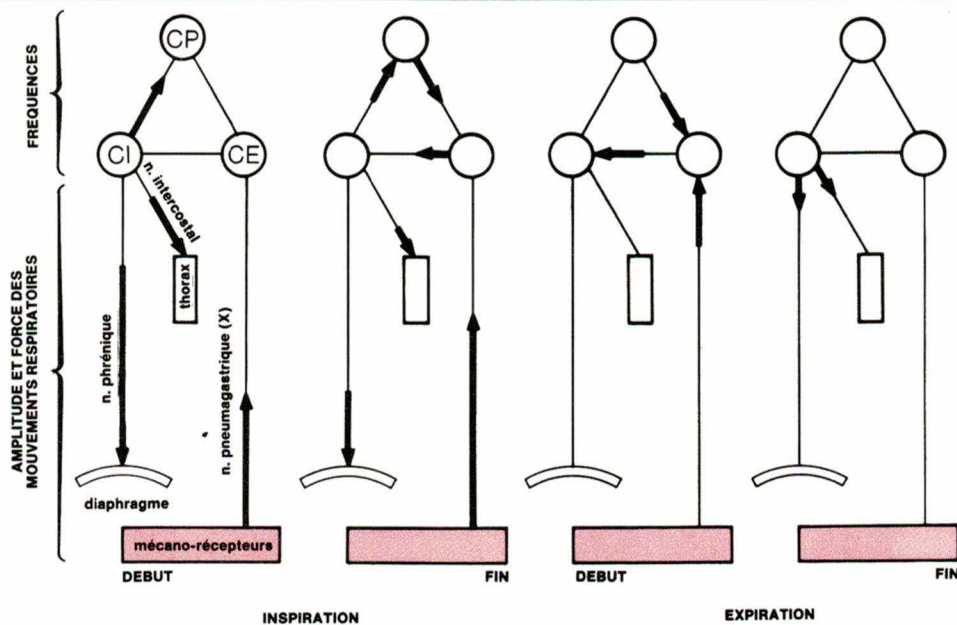

Fig. 11. – Commande et régulation nerveuses de la fonction respiratoire.
Comment fonctionnent ces centres (fig. 11) ? Au début de l'inspiration, le centre inspiratoire (CI) va provoquer la contraction du diaphragme (nerf phrénique) et des muscles intercostaux externes (nerfs intercostaux externes). L'augmentation de volume de la cage thoracique qui va en résulter va stimuler des mécanorécepteurs dont les influx vont atteindre le centre expiratoire (CE) par l'intermédiaire des fibres sensibles du nerf pneumogastrique (X) ; c'est la fin de l'inspiration.